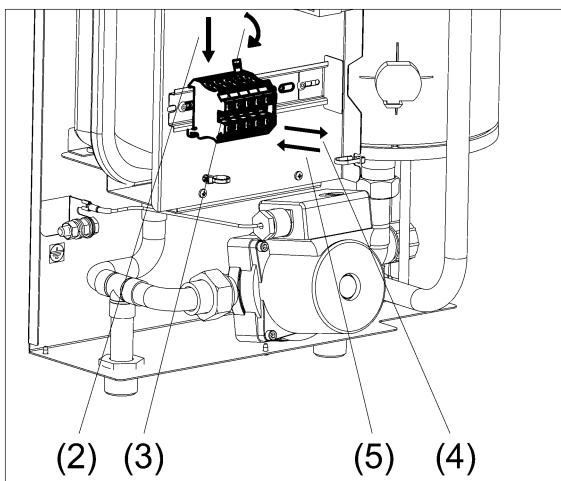

Рисунок 19. Замена винтовых клеммных колодок
- (1) Отсоедините все провода от колодки, которую требуется заменить (см. рис. 19);
- (2) Нажмите плоской отвёрткой на "язычок" колодки;
- (3) Чуть поверните колодку в сторону;
- (4) Снимите колодку с DIN-рейки;
- (5) Поставьте новую колодку на DIN-рейку взамен прежней;
- (6) Подсоедините к новой колодке отсоединённые провода.